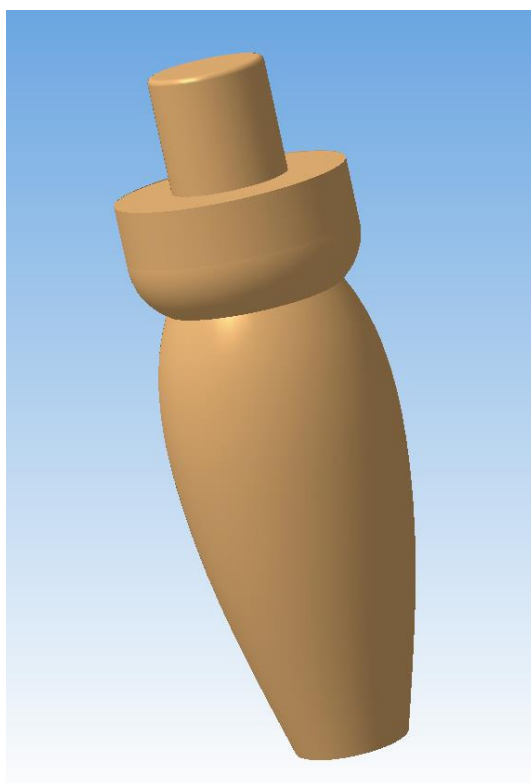

Рис. 1
1. По данному образцу (Рис. 1) разработайте технологическую карту (Таблица 1) по изготовлению *мебельной опоры с круглым шипом*;